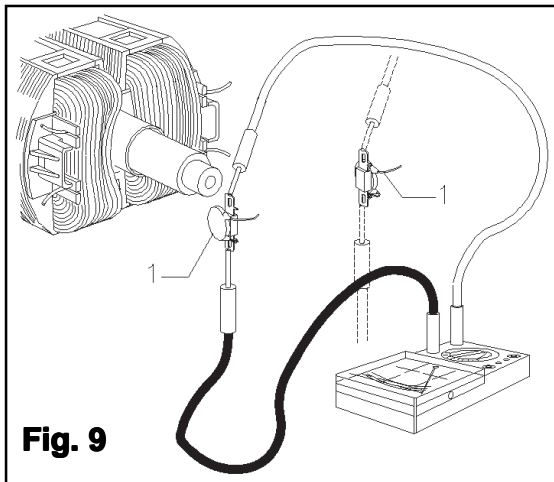

Fig. 9
- Verificare che la resistenza fra (+) e massa rientri nei valori indicati. (Fig. 9).
N.B.: In caso di diodo difettoso è necessario sostituire anche il varistore (Fig. 9 Rif. 1) anche se apparentemente integro.
- Verify that the resistance value between (+) and ground is as reported in the table above. (Fig. 9).
N.B.: If the diode is defective it is necessary to replace the varistor too, (Fig. 9 Ref. 1), even if it appears intact.